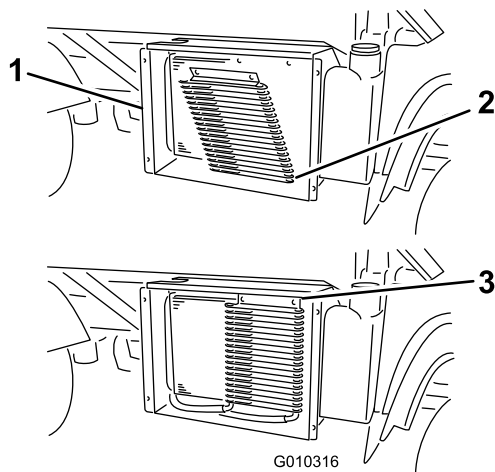

Figura 54
6. Si está instalado, abra los cierres y gire el enfriador de aceite, separándolo del radiador (Figura 54).